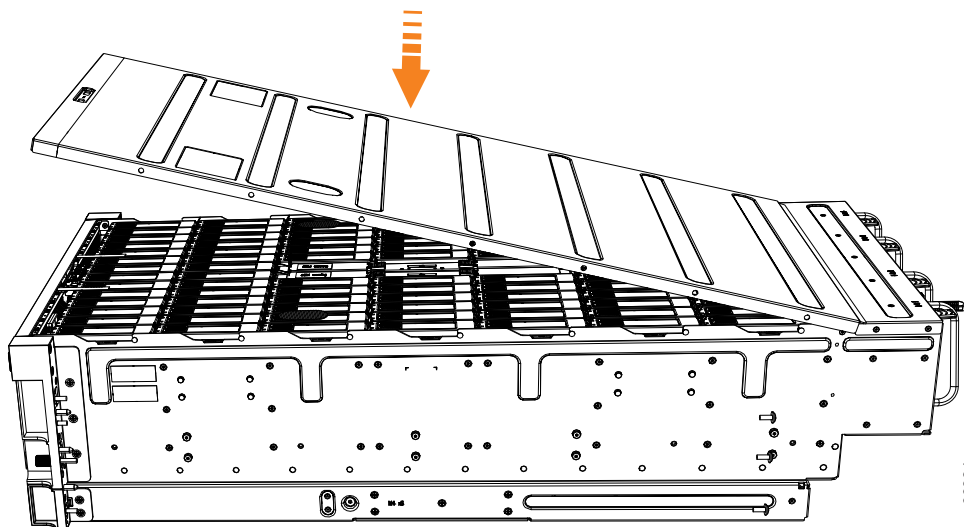

Figura 78. Alinhando a tampa superior do 2145-92F
1. Abaixe a tampa com cuidado e certifique-se de que ela esteja alinhada corretamente com a parte traseira do gabinete, conforme mostrado em Figura 78.